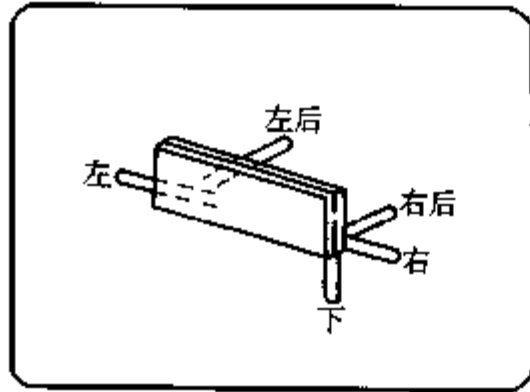
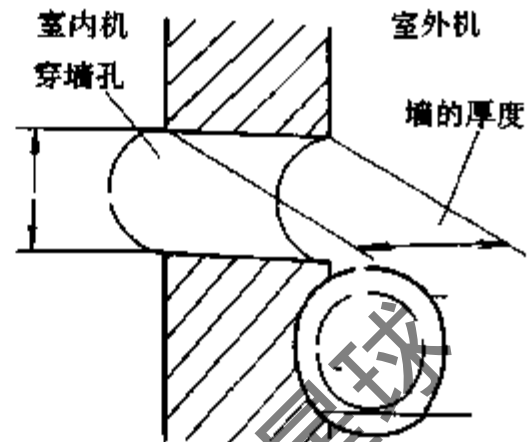

图 7-12 室内机管子定向
图 7-13 穿墙孔剖面图
(1) 打穿墙孔时,应首先确定好室内机挂墙的位置,再确定打穿墙孔的位置。穿墙孔的上端面应低于连接管出口直径的 $1/2$ 。
(2) 室内机连接管可以从机器的左、右、左后方、右后方引出。在墙壁上打孔时,穿墙孔应内高外低。墙孔的室外侧应略向下 $0.2 \sim 0.5\text{cm}$ 。见图 7-12、图 7-13。